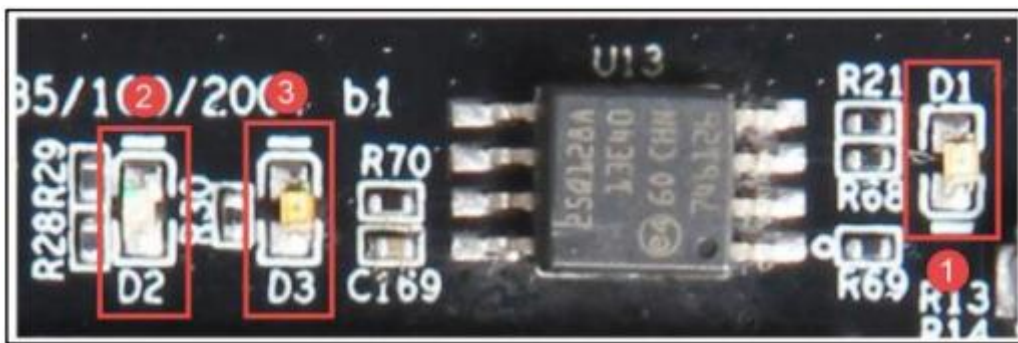

图 2.3-12 核心板 LED 灯实物图
如图 2.3-12 所示为核心板上的 LED 灯实物图，其中①框中是电源指示灯；框②中是 FPGA 芯片配置灯；框③中是用户 LED 灯。